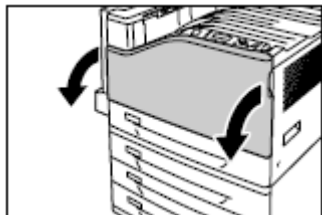

图 2-53 打开前盖
(1) 安装感光鼓。
① 确认打印机未执行任何操作后，打开前盖，如图 2-53 所示。